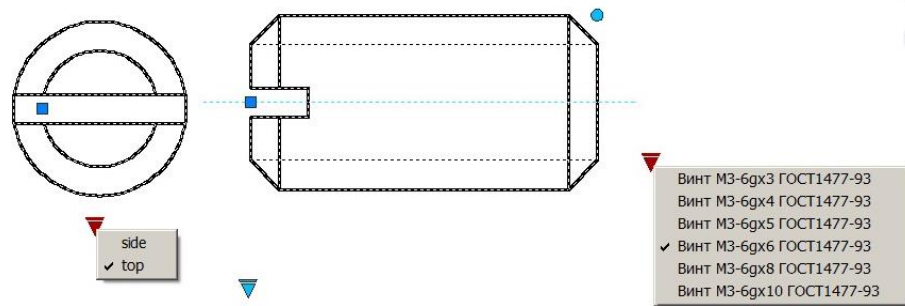

Рис. 6.33. Динамічний блок прикладу 6.5
**Приклад 6.5.** Розробити динамічний блок зображення установочного гвинта М3 ГОСТ-1477-93. (рис. 6.33). Забезпечити можливість повороту зображення, вибір довжини зі списку, вибір виду: згори/збоку. Передбачити зображення будь якого варіанту схеми в одному блоці. Кресленик зберегти.